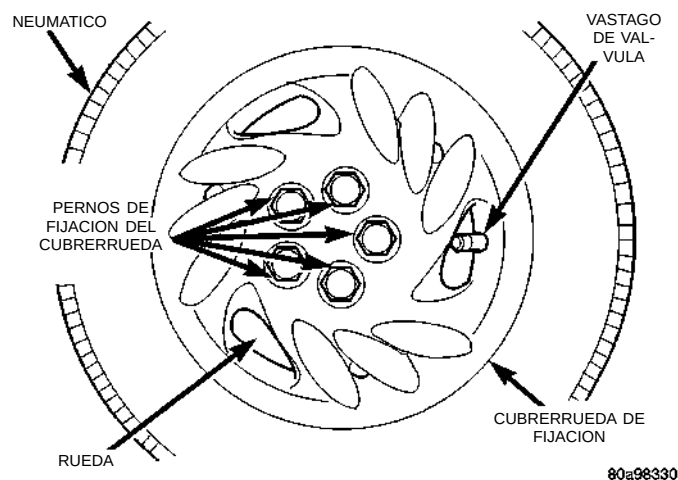

Fig. 12 Tuercas de fijación del cubrerrueda
NOTA: Al desenroscar las tuercas de retención del cubrerrueda (Fig. 12) de las tuercas de la rueda, se recomienda el uso de una llave de mano, y no de una llave neumática. El uso de una llave neumática podría provocar daños en las tuercas de retención del cubrerrueda.
(1) Desenrosque las 5 tuercas (Fig. 12) que fijan el cubrerrueda en las tuercas de la rueda.
(3) Alinee la muesca de válvula del cubrerrueda con el vástago de válvula de la rueda (Fig. 12). Alinee las tuercas de retención del cubrerrueda con las tuercas de la rueda rosadas externamente.
(4) Comience a enroscar a mano cada una de las 5 tuercas de retención del cubrerrueda en las tuercas de la rueda rosadas externamente.